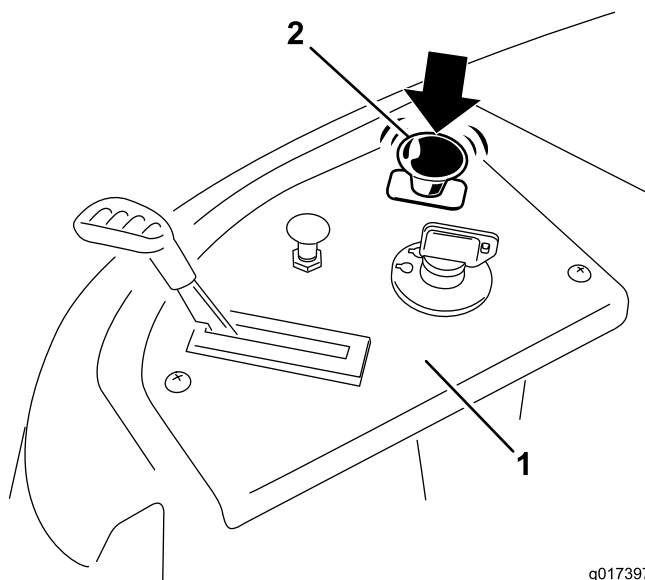

Figura 17
1. Desengate as lâminas movendo o interruptor de controlo da lâmina para Off (Figura 17).